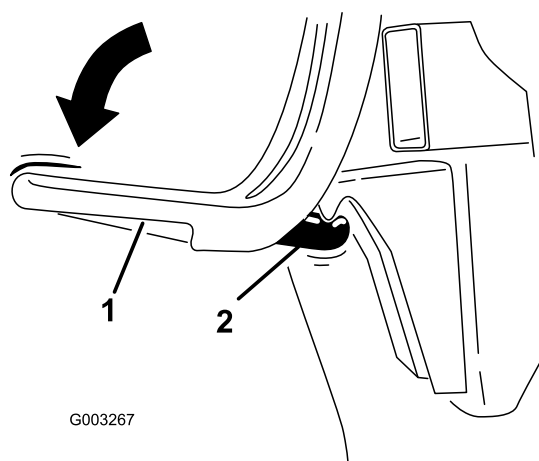

Figura 7
8. Posicione o trinco do saco debaixo do gancho do trinco (Figura 7).
9. Empurre para baixo o trinco do saco até ficar trancado no lugar (Figura 7).